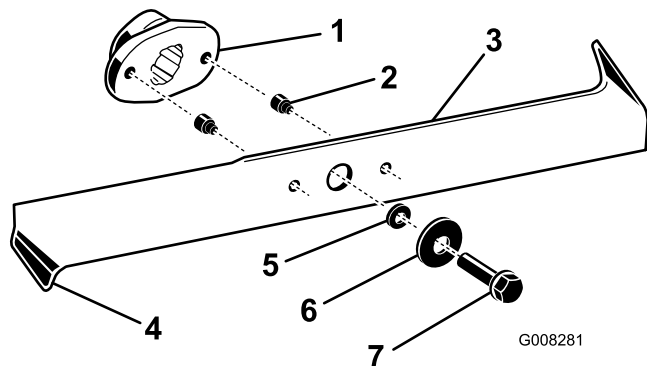

Figure 39
2. Examinez le tranchant des lames (Figure 39). Si elles ne sont pas tranchantes ou si présentent des indentations, déposez et affûtez les lames (voir Aiguisage des lames).
3. Inspectez les lames, surtout les bords recourbés (Figure 39). Si vous remarquez que les lames sont usées ou endommagées à ces endroits, remplacez-les immédiatement.
4. Si les goupilles de cisaillement sont cassées, remplacez-les immédiatement (Figure 39).
3. Enlevez les boulons, les rondelles et les lames (Figure 39). Pour enlever le boulon, bloquez éventuellement la lame en introduisant une cale en bois entre la lame et le carter de tondeuse.
1. Montez les lames, les rondelles et les boulons de fixation (Figure 39).